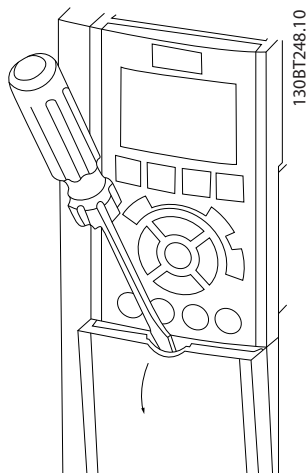
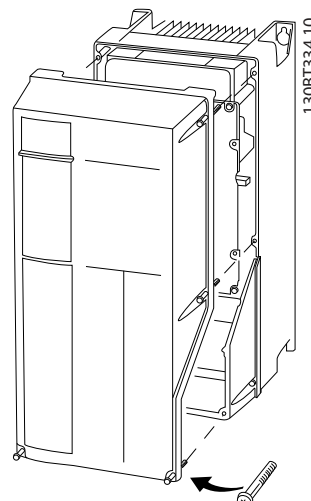

Рисунок 4.4 Доступ к проводке в корпусах IP20 и IP21
Рисунок 4.5 Доступ к проводке в корпусах IP55 и IP66
- Снимите крышку с помощью отвертки (см. Рисунок 4.4) или ослабив крепежные винты (см. Рисунок 4.5).